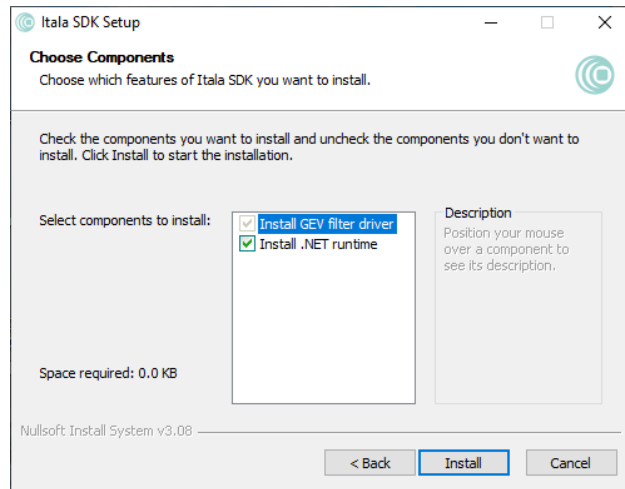

Figure 11: Finestra di selezione dei componenti.
5. Selezionare i componenti da installare (Fig. 11). In caso di installazione del solo filtro driver, il passo 6 può essere saltato.